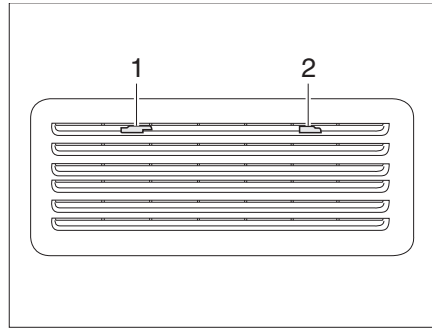

Fig. 316 Rejilla de ventilación del frigorífico (Thetford)
- Deslizar el bloqueo (Fig. 316,1) hacia el centro.